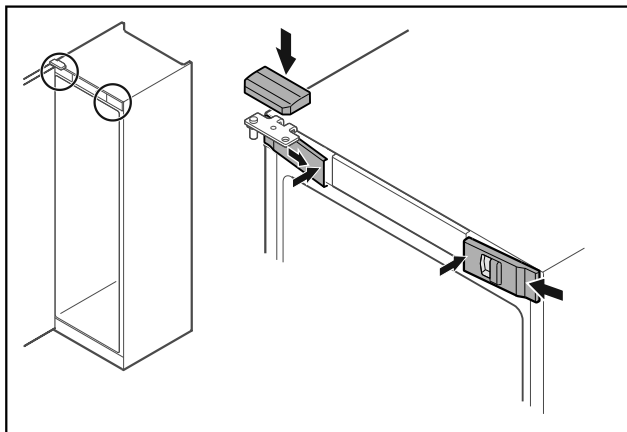

Fig. 52
- ▶ Přední kryty Fig. 52 (1) bočně zahákněte a zaklapněte dovnitř.
- ▶ Horní kryt Fig. 52 (2) shora zaklapněte.